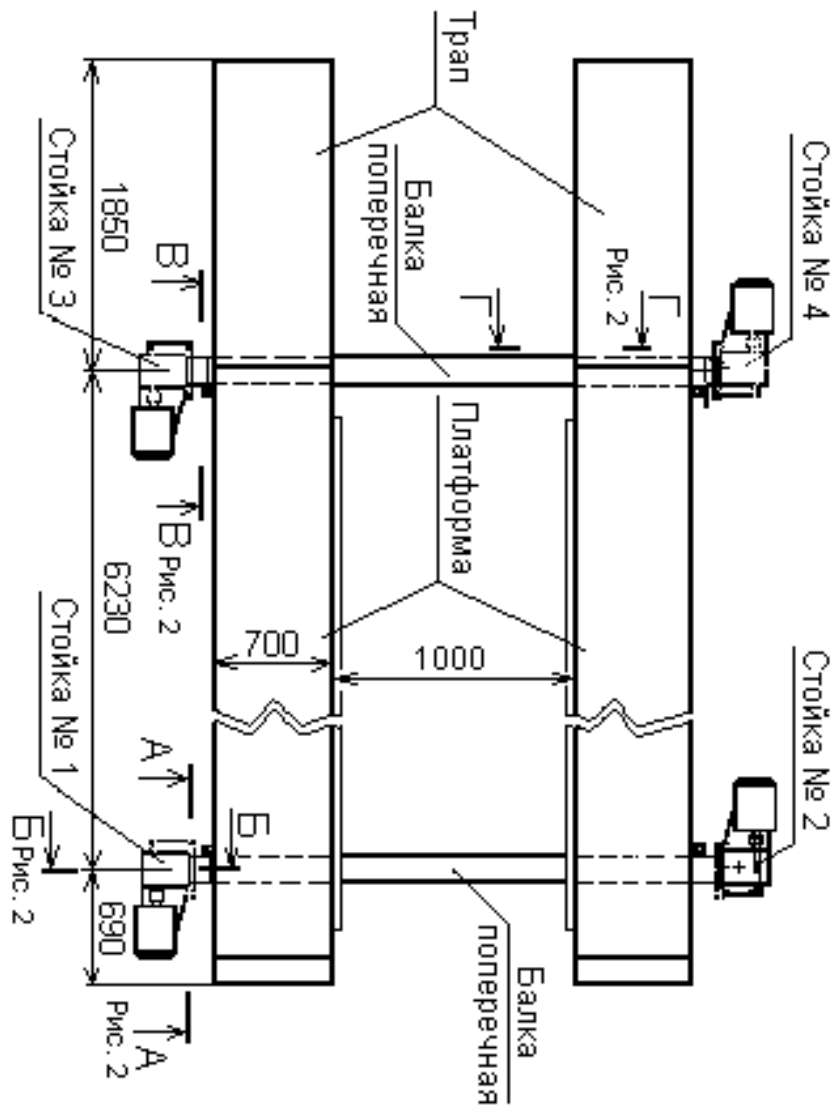
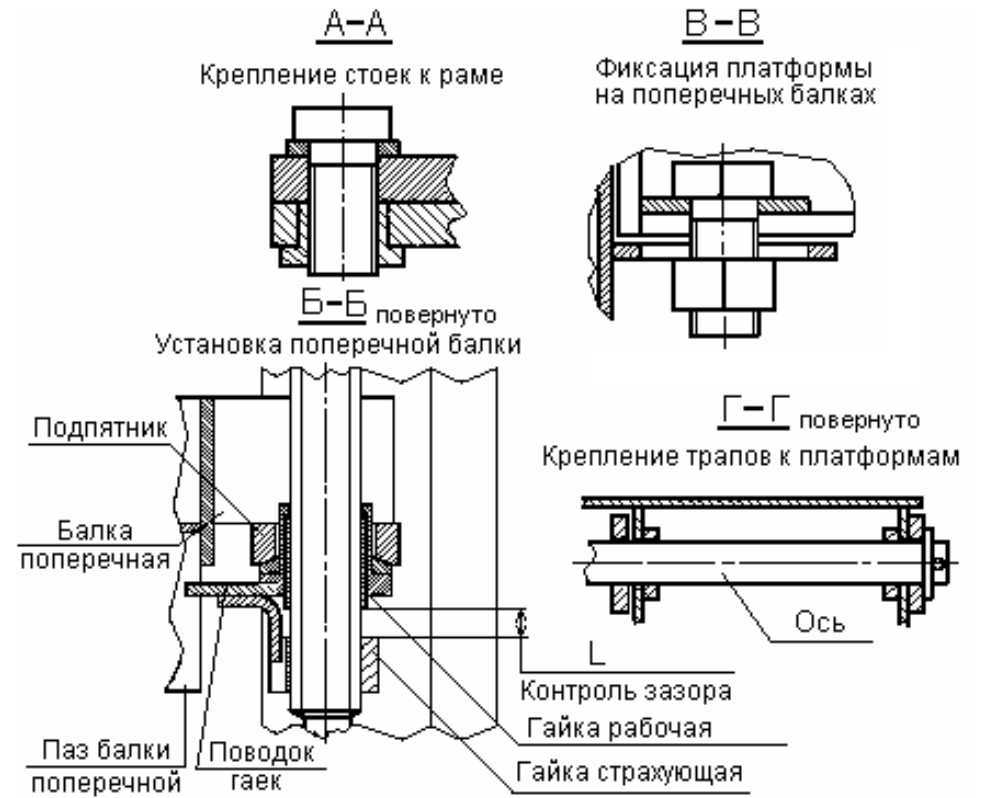

Рис. 1. Подъемник ПЛ10
Рис. 2. Подъемник ПЛ10
- 5.12. Платформы должны быть выставлены по размерам колеи автомобиля и закреплены (см. Рис.1 и Рис. 2).
- 6.1.7. Установить поводок гаек в стойках симметрично относительно направляющих, довести до упора ползунов поперечных балок в стойки и уложить их опорные поверхности на подпятники (см. сечение Б-Б на Рис. 2). При этом поводок гаек каждой стойки должен находиться в пазе поперечной балки. Свободные концы поперечных балок поднять и завести под них стойки № 2 и № 4, предварительно установив поводок гайки симметрично относительно направляющих, довести до упора ползунов поперечных балок в стойки и уложить их опорные поверхности на подпятники (см. сечение Б-Б на Рис. 2). При этом поводок гаек каждой стойки должен находиться в пазе поперечной балки.
6.1.9. Установить на поперечные балки платформы и зафиксировать их на поперечных балках с помощью болтовых соединений (см. сечение В-В на Рис.2). При этом платформы должны быть установлены симметрично относительно продольной оси подъемника.
6.1.10. Соединить трапы с платформами с помощью осей, входящих в комплект поставки. На оси установить шайбы и шплинты (см. сечение Г-Г на Рис. 2).